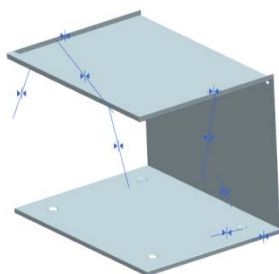

图 11-270 安装箱体底壳
(5) 在“装配约束”对话框中,单击<确定>按钮,安装箱体底壳,如图 11-270 所示。